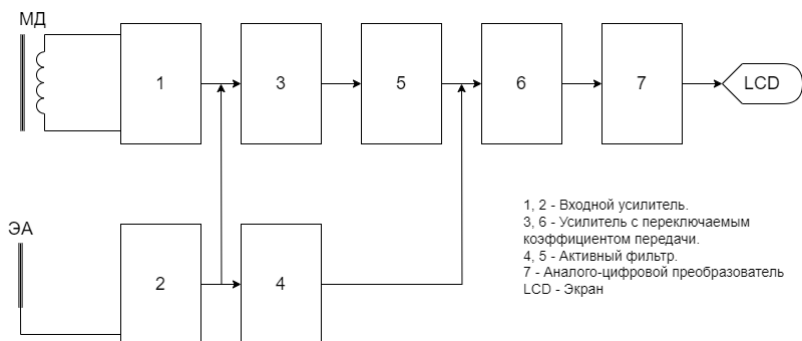
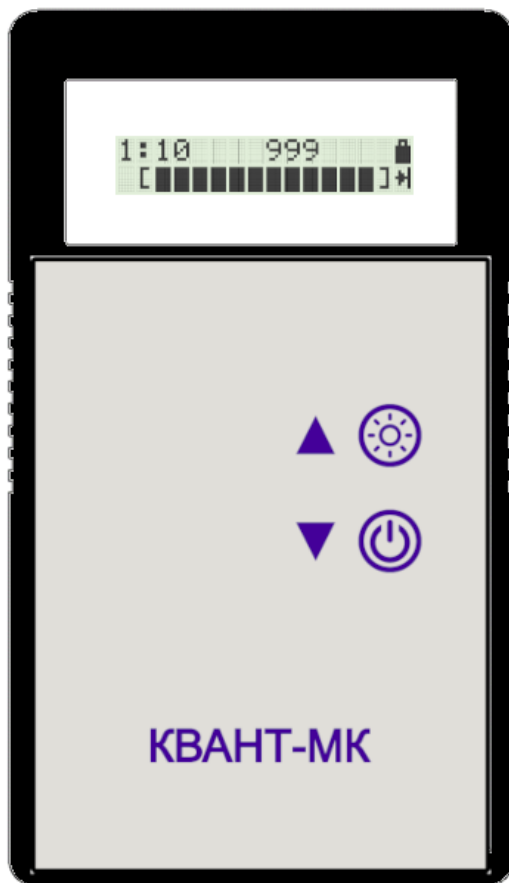

Рис. 1. Структурная схема прибора «Квант-МК»
Рис. 2. Расположение органов управления и индикации прибора «Квант-МК»
преобразователь 7 (рис. 1). При исправности источника питания и аналого-цифрового преобразователя на экране прибора показывается уровень сигнала.
4.2. Контроль наличия напряжения 6—35 кВ (режим «U, кВ») осуществляется с помощью встроенной электрической антенны. Электрической антенной служит металлическая пластина, расположенная в передней части прибора (рис. 2). Сигнал с электрической антенны через усилитель 2, активный фильтр (50 Гц) 4 и усилитель 6 поступает на аналого-цифровой преобразователь 7 (рис. 1). Рост показаний на экране прибора в виде числа от 1 до 999 и аналоговой шкалы сигнализирует о наличии электрического поля частотой 50 Гц.
4.3. Контроль тока нагрузки ВЛ (режимы «20А», «50А», «100А») осуществляется с помощью магнитного датчика. Магнитным датчиком служит катушка индуктивности с разомкнутым стержневым ферритовым сердечником, которая расположена в правой части прибора (рис. 2). Катушка является частью колебательного контура, настроенного на частоту 50 Гц. Через усилитель 1, активный фильтр (50 Гц) 4 и усилитель 6 сигнал с магнитного датчика поступает на аналого-цифровой преобразователь 7 (рис. 1). Пределы регулируемого тока (20 А, 50 А, 100 А) указаны для ВЛ 0,4 кВ.
режиме, на частоту 550 Гц. Сигнал с МД (магнитный датчик) проходит через усилители 1 и 3, активный фильтр (550 Гц) 5, усилитель 6 и поступает на аналого-цифровой преобразователь 7 (рис. 1). Коэффициент передачи усилителя можно изменять в соотношении 1:1000; 1:100; 1:10; 1:1 в зависимости от уровня тока замыкания на землю.